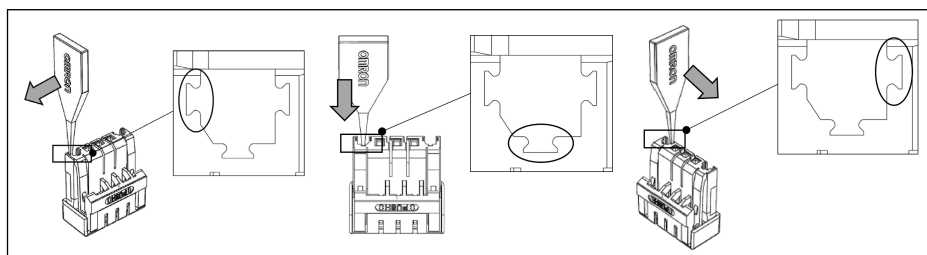

図2
- (2) コーディングキーのOMRONロゴとコネクタの挿入穴を図2の向きに合わせた状態で、コーディングキーをまっすぐ奥まで押し込んでください。